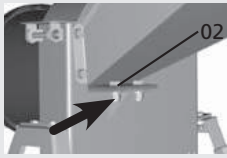
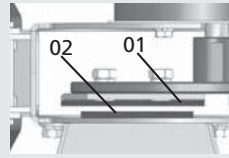

Fig. 09
Fig. 10
Solte as porcas sextavadas, conforme [Fig. 09], e desloque a contralâmina (2) até que as lâminas (1) passem à distância de aproximadamente 1,5 mm da contralâmina (2), [Fig. 10]. A contralâmina deve ser substituída quando apresentar sinais de desgaste.